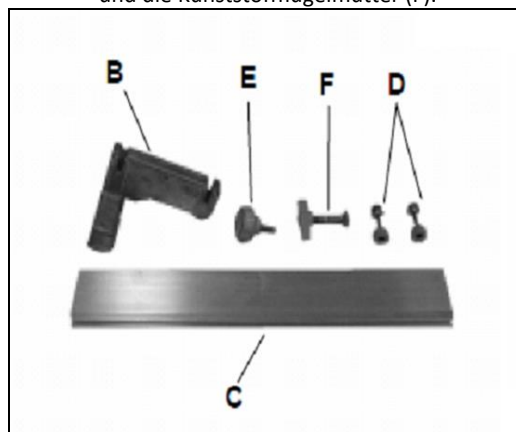

Fig 7
Der Längsanschlag kann auf beiden Seiten des Bandes benutzt werden, indem das Anschlaglineal (C, Fig 7) an der passenden Seite des Gussteils (B) befestigt wird.